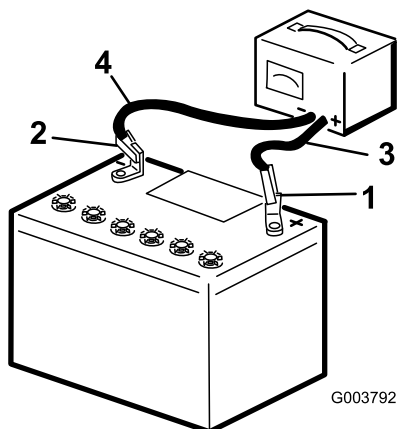

Figure 60
3. Connectez le câble positif du chargeur de batterie à la borne positive de la batterie (Figure 60).
4. Branchez le câble négatif du chargeur de batterie à la borne négative de la batterie (Figure 60).
6. Quand la batterie est chargée au maximum, débranchez le chargeur de la source électrique, puis débranchez les fils du chargeur des bornes de la batterie (Figure 60).